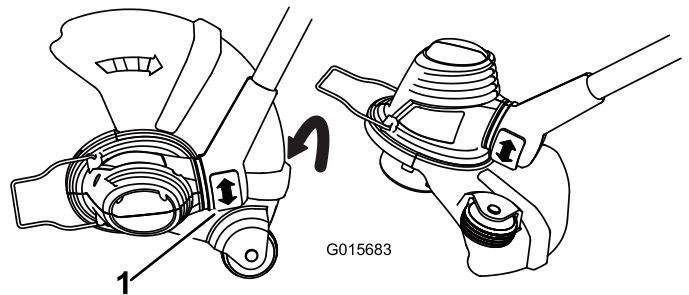

Figure 9
- Pour régler l'orientation de la base, appuyez sur le bouton de rotation situé au bas de l'arbre, puis tournez la base dans la direction voulue (Figure 9).